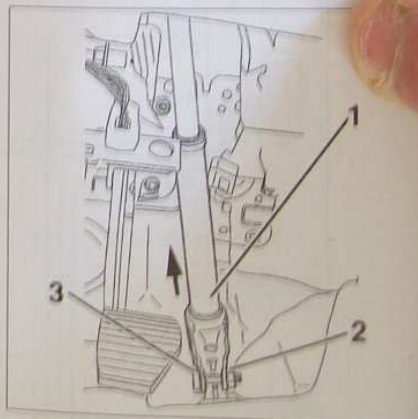

FIG.8
- l'écrou (2) (Fig.8).
- l'axe de fixation (3) du cardan de direction,
- Dégager le cardan de direction (1) en écartant le clip de sécurité.